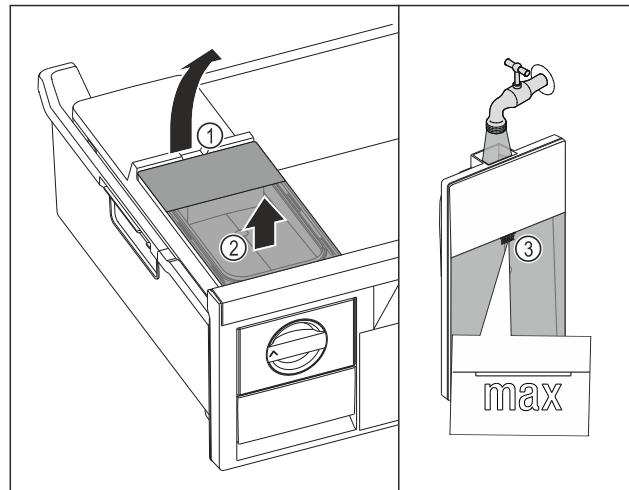

Fig. 100
- Nádržku na vodu nadvihnite za vybranie Fig. 100 (1).
- Nádržku na vodu odoberte nahor. Fig. 100 (2)
- Nádržku na vodu naplňte pitnou vodou po značke Fig. 100 (3).